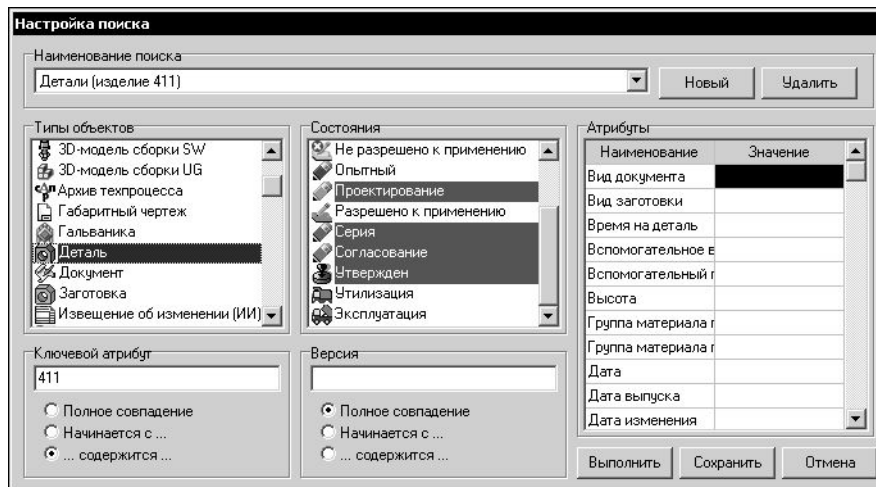

Рис. 12.5. Настройка нового варианта поиска
2. В открывшемся окне **Настройка поиска** (рис. 12.5) нажмите кнопку **Новый** и сформируйте критерии поиска. Критерии поиска объединены в группы: